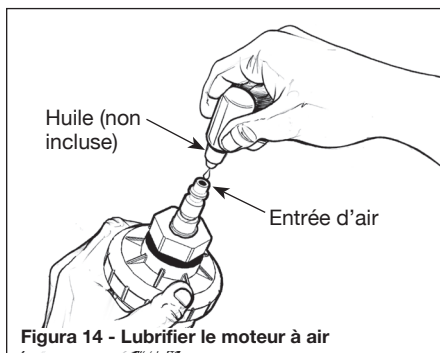

Figure 14 - Lubrifier le moteur à air
1. Ajoutez 3 à 5 gouttes d'huile à l'entrée d'air (voir la figure 14).